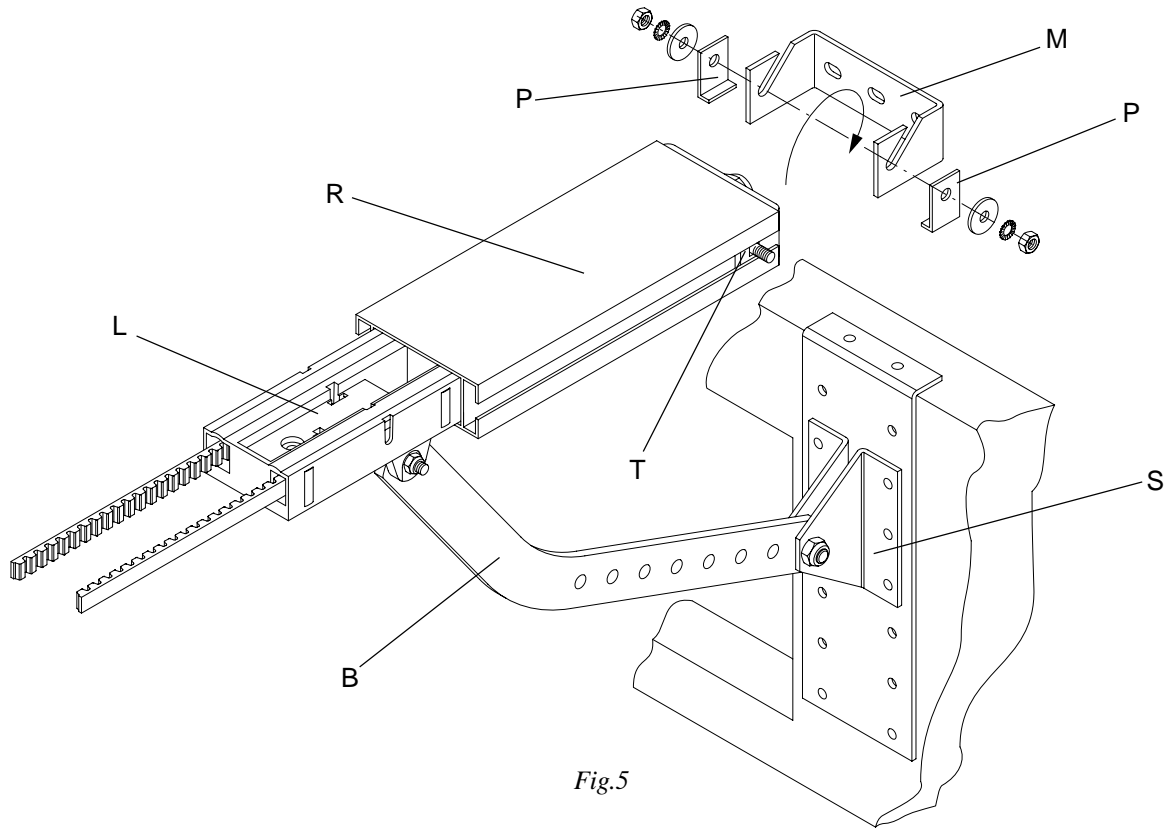

Fig.5
- 4.1 Fix the flask M to the lintel or to the ceiling as closest as possible to the door as per indications given in fig. 5 and 6. Note the position of the safety plates P.
- 4.1 Bügel M am Sturz oder an der Decke, möglichst nah dem Tor, nach den Angaben auf das Bild 5 und 6 befestigen. Beachten Sie die Lage der Sicherheitsplättchen P!
**4.1** *Fixer la patte M sur le linteau ou sur le plafond, le plus près possible de la porte selon les indications des fig. 5 et 6. Noter la position des plaques de sécurité P.*
**4.1** Fijar la placa M sobre el dintel o sobre el techo lo más cerca posible de la puerta según las indicaciones de las fig. 5 y 6. Comprobar la posición de las plaquitas de seguridad P.